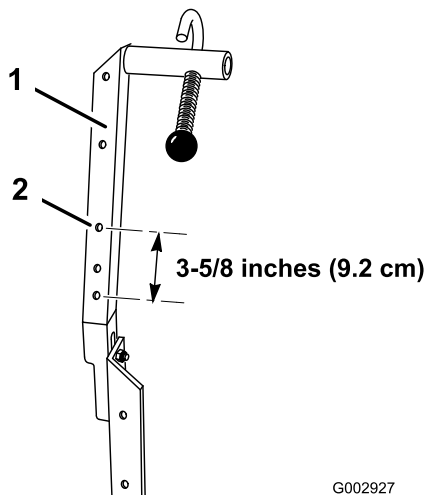

Bild 8
- Bohren Sie bei Maschinen mit einer Seriennummer von 259999999 und niedriger mit einem Standardspritzgestänge ein Loch (11/32 Zoll Durchmesser) in die rechte Seite der Spritzgestängehalterung, 9,2 cm über der Mitte des untersten Loches (Bild 8).